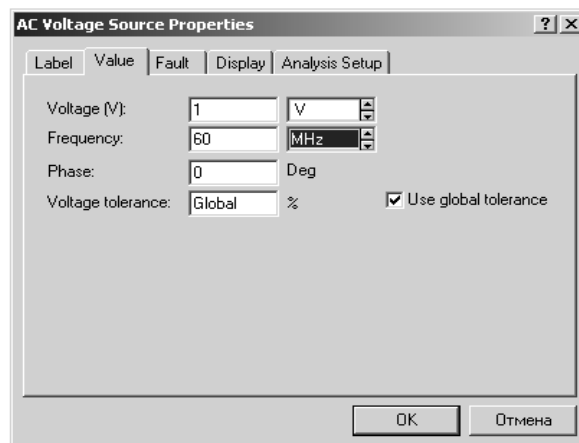

Рис.34. Параметри джерела змінної напруги
2.1.4. Встановіть параметри джерела змінної напруги V1, як показано на рис. 34.